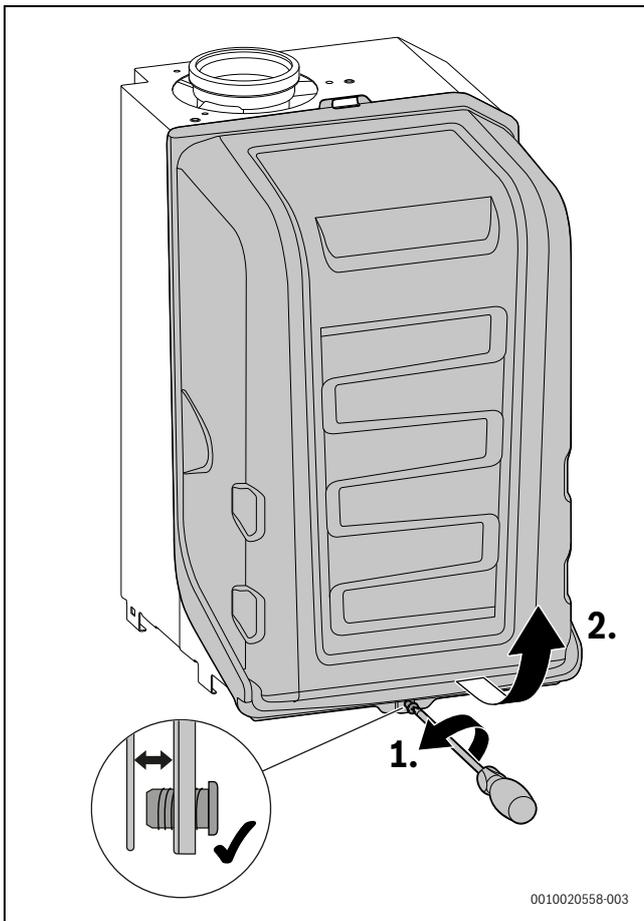

Bild 119 Brennerhaube abnehmen
- ▶ Brennerhaube abnehmen (→ Bild 119, Seite 68).